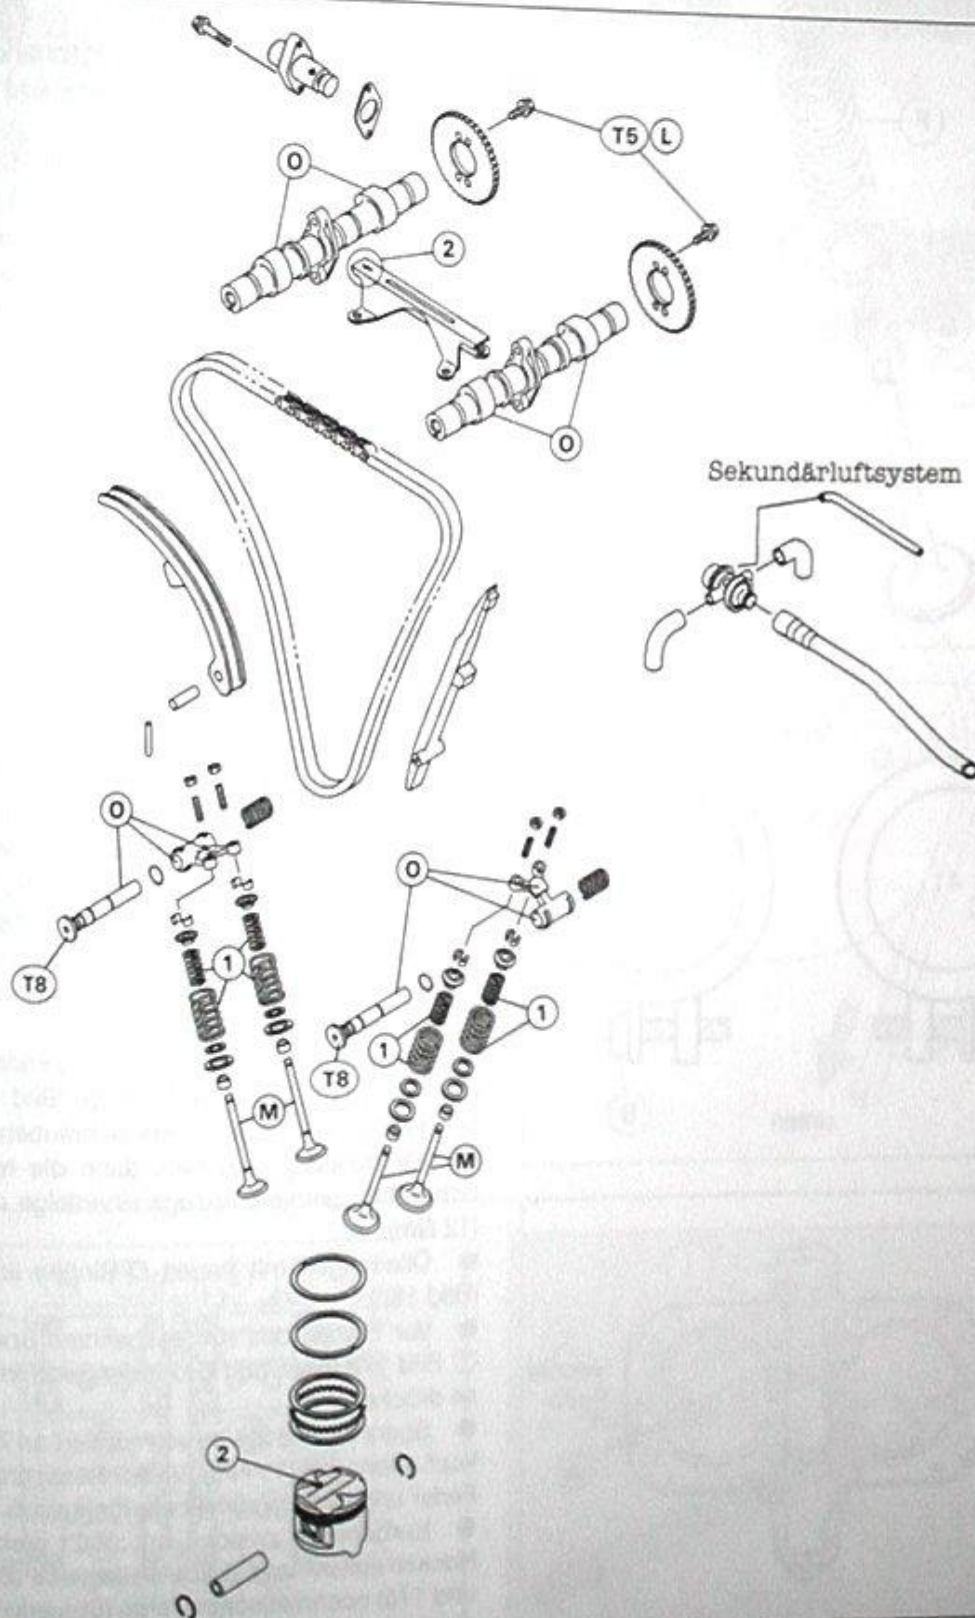

Bild 170
- ▲ Sämtliche Einzelteile wieder in ursprüngliche Einbaulage einbauen (Bild 170).